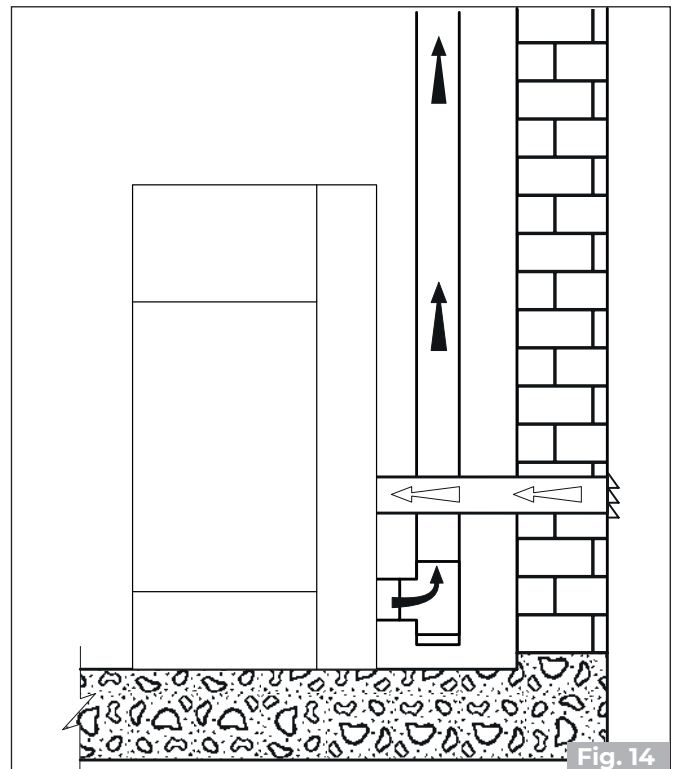

Fig. 14
- collegare l'ingresso dell'aria comburente dell'apparecchio alla presa d'aria con un apposito condotto **"Fig. 12"** - **"Fig. 14"**.